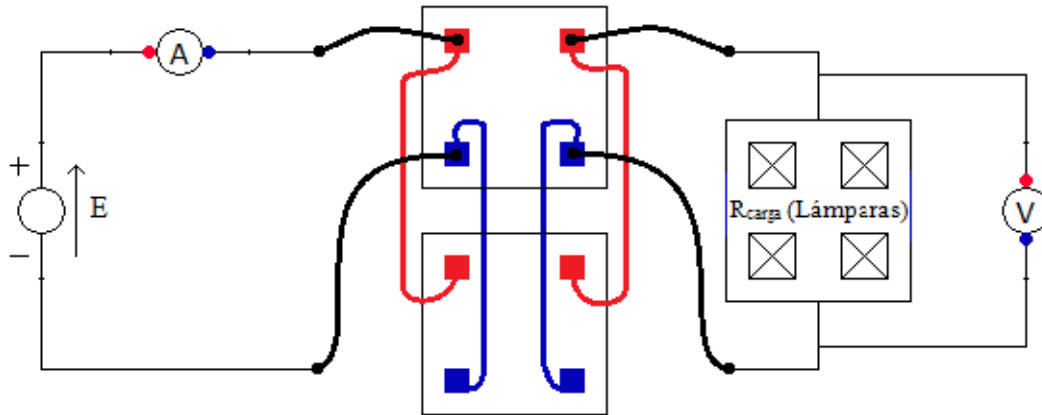

Figura 3. Circuito utilizado para estudiar ΔV en la carga en función de la sección del conductor.
- a) Arme el circuito de la (Figura 3) utilizando solamente un tramo de conductor y conectando el tablero de lámparas en los bornes de salida del tramo de conductor.